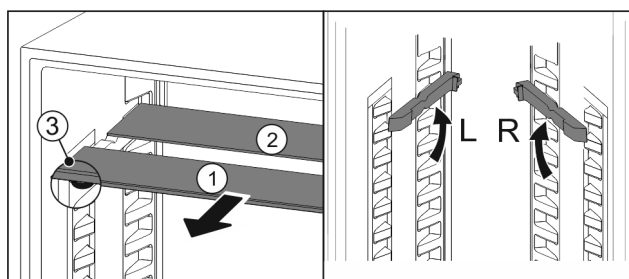

Fig. 162
- Tërhiqni një nga një pllakat e xhamit nga përpara Fig. 162 (1).
- Pllaka e xhamit Fig. 162 (1) me kornizën ndodhet përpara.
- Ndaluesit Fig. 162 (3) janë të drejtuar për poshtë.